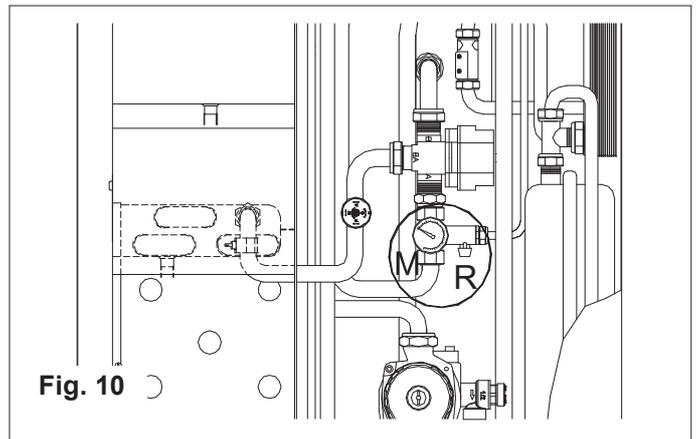

Fig. 10
- ouvrir également le robinet de remplissage **R** (Fig.10).
- au moyen du manomètre **M** (Fig.10), contrôler que la pression de l'installation soit de 1 bar et que le code H2O n'apparaisse pas sur l'écran du tableau de commande.